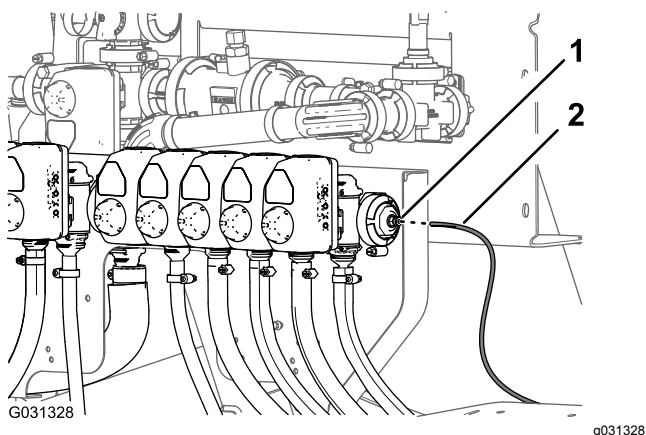

Figura 139
1. Alinhe a extremidade do tubo sensor de pressão (plástico) para o indicador de pressão no painel com o anel de tensão do acoplador do tubo (Figura 139).
2. Insira o tubo no anel de tensão até o tubo estar devidamente colocado (Figura 139).